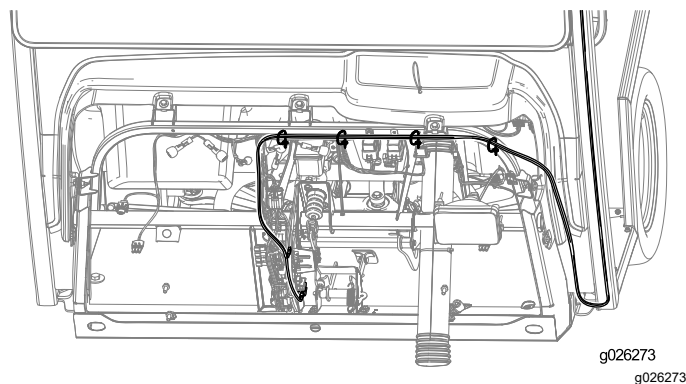

図 33
1. ワイヤハーネスを 図 33 のように配設し、ケーブルタイ4本で固定する。